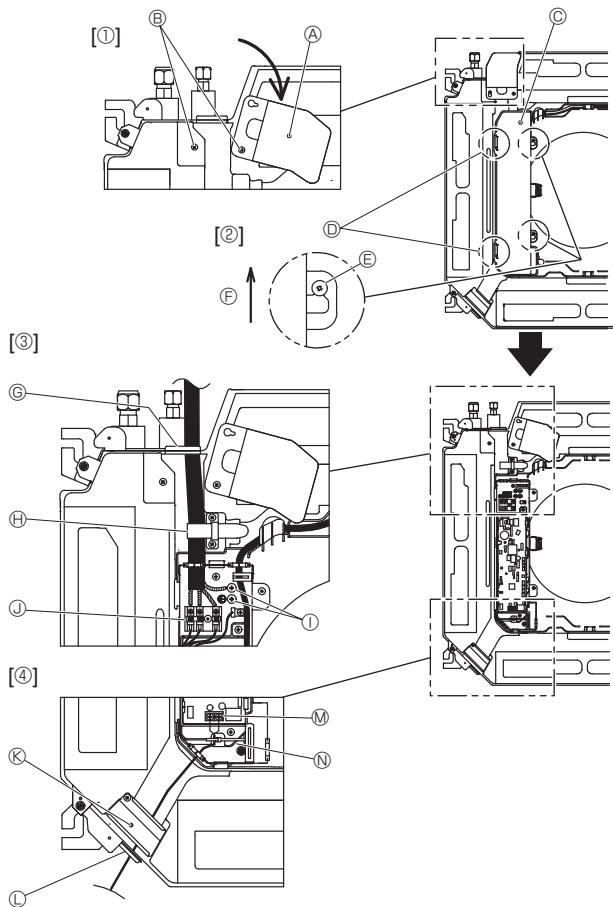

Fig. 6-1
6.1. เครื่องหมายในอาคาร (Fig. 6-1)
- คลายสกู๊สต้องตัวที่ยึดแผงเซอร์วิสการเดินสายไฟออก จากนั้นมุ่งแผงเซอร์วิสการเดินสายไฟ [Fig. 6-1 ①]
- คลายสกู๊สต้องตัวที่ยึดฝารอบตัวสายไฟออก จากนั้นเลื่อนฝารอบตัวสายไฟ [Fig. 6-1 ②]
- เดินสายไฟ, สายเชื่อมต่อหัวเครื่องภายในภายนอกอาคาร และสายติดผ่านช่องสายไฟทึ้งแสดงในแผนภาพ [Fig. 6-1 ③]
- สอดและจัดวางสายริมโถหก่อนโถร่างผ่านช่องสายไฟทึ้งแสดงในแผนภาพ [Fig. 6-1 ④, Fig. 6-3]